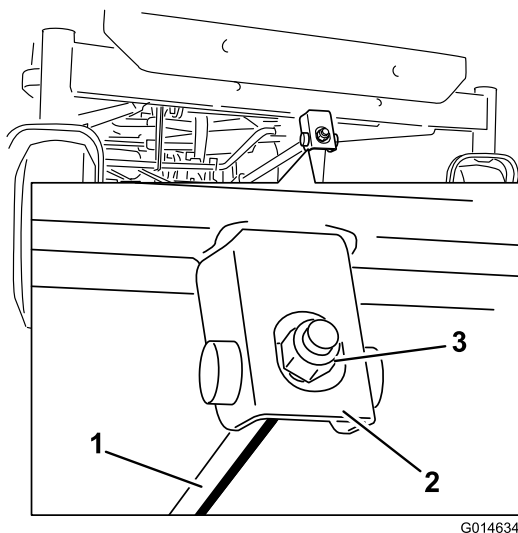

Figure 64
6. Pour régler l'inclinaison avant/arrière des lames, tournez l'écrou de réglage à l'avant du plateau de coupe (Figure 64).